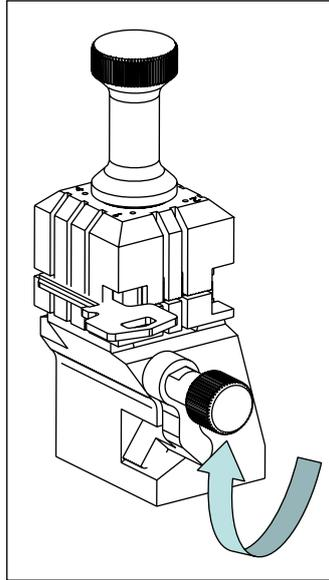

FIG. 14
1. Fermo collo (C): E' il più comune. Il fermo della chiave avviene mediante fermo meccanico del morsetto. (Fig.14)